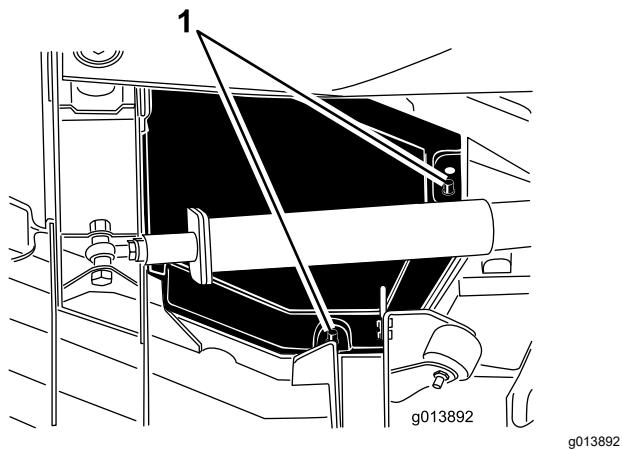

Bild 46
4. Heben Sie die hinteren und inneren Abdeckungskanten von den Befestigungsstrebten (Bild 46).